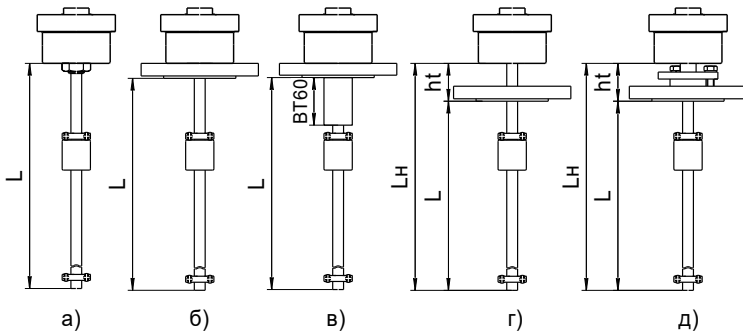

Рисунок 2
По умолчанию ПМП имеет тип крепления «M27» (рисунок 2а).
Исполнение с втулкой **ВТ60** (рисунок 2в) применяется для оснащения резервуаров, подверженных при эксплуатации ударам и вибрациям. Конструктивная втулка высотой 60 мм повышает ударо- и вибропрочность сварного соединения направляющей с фланцем.
Для исключения воздействия повышенной температуры (определяется заказом) устройство крепления устанавливается на расстоянии **ht** от корпуса преобразователя (рисунок 2г, 2д).
2.1.6 ПМП изготавливаются с длиной направляющей в соответствии с 1.2.5. Длина направляющей **L** – это расстояние от нижней торцевой поверхности направляющей до уплотнительной поверхности устройства крепления (фланца или резьбового штуцера) (рисунок 2). Длина направляющей при заказе указывается в условном обозначении ПМП и в соответствии с рисунком 3 рассчитывается по формуле:
б) Транспортный вариант (исполнение **Tr**). Выдерживает воздействие МВВФ, соответствующих группе механического исполнения М30 по ГОСТ 30631. Изготавливается с длиной направляющей от 100 мм до 3000 мм и только с фланцевыми нерегулируемыми устройствами крепления. Данный вариант исполнения с длиной направляющей более 500 мм имеет конструктивную втулку ВТ60 (рисунок 2г), повышающую ударо- и вибропрочность сварного соединения направляющей с фланцем.